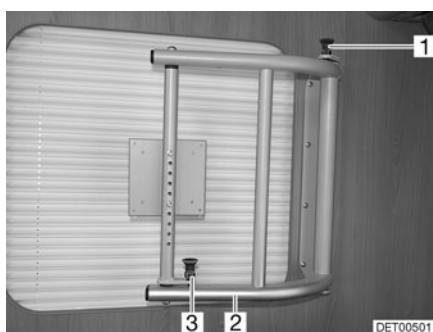

Fig. 67 Bras pivotant pour écran plat
- Tirer les boutons de déverrouillage (Fig. 67,1 et 3) vers le haut pour déverrouiller le bras pivotant.
- Faire pivoter l'écran plat et son support (Fig. 67,2) dans la position souhaitée.